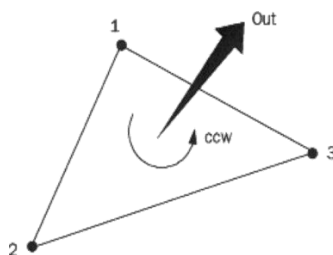

Рисунок 4 – Правило ориентации
2. Правило ориентации – ориентация фасета должна быть указана двумя способами. Во-первых, направление нормали должно указывать наружу. Во-вторых, вершины перечислены в порядке против часовой стрелки, если смотреть на объект снаружи (правило правой руки) (рис. 4).